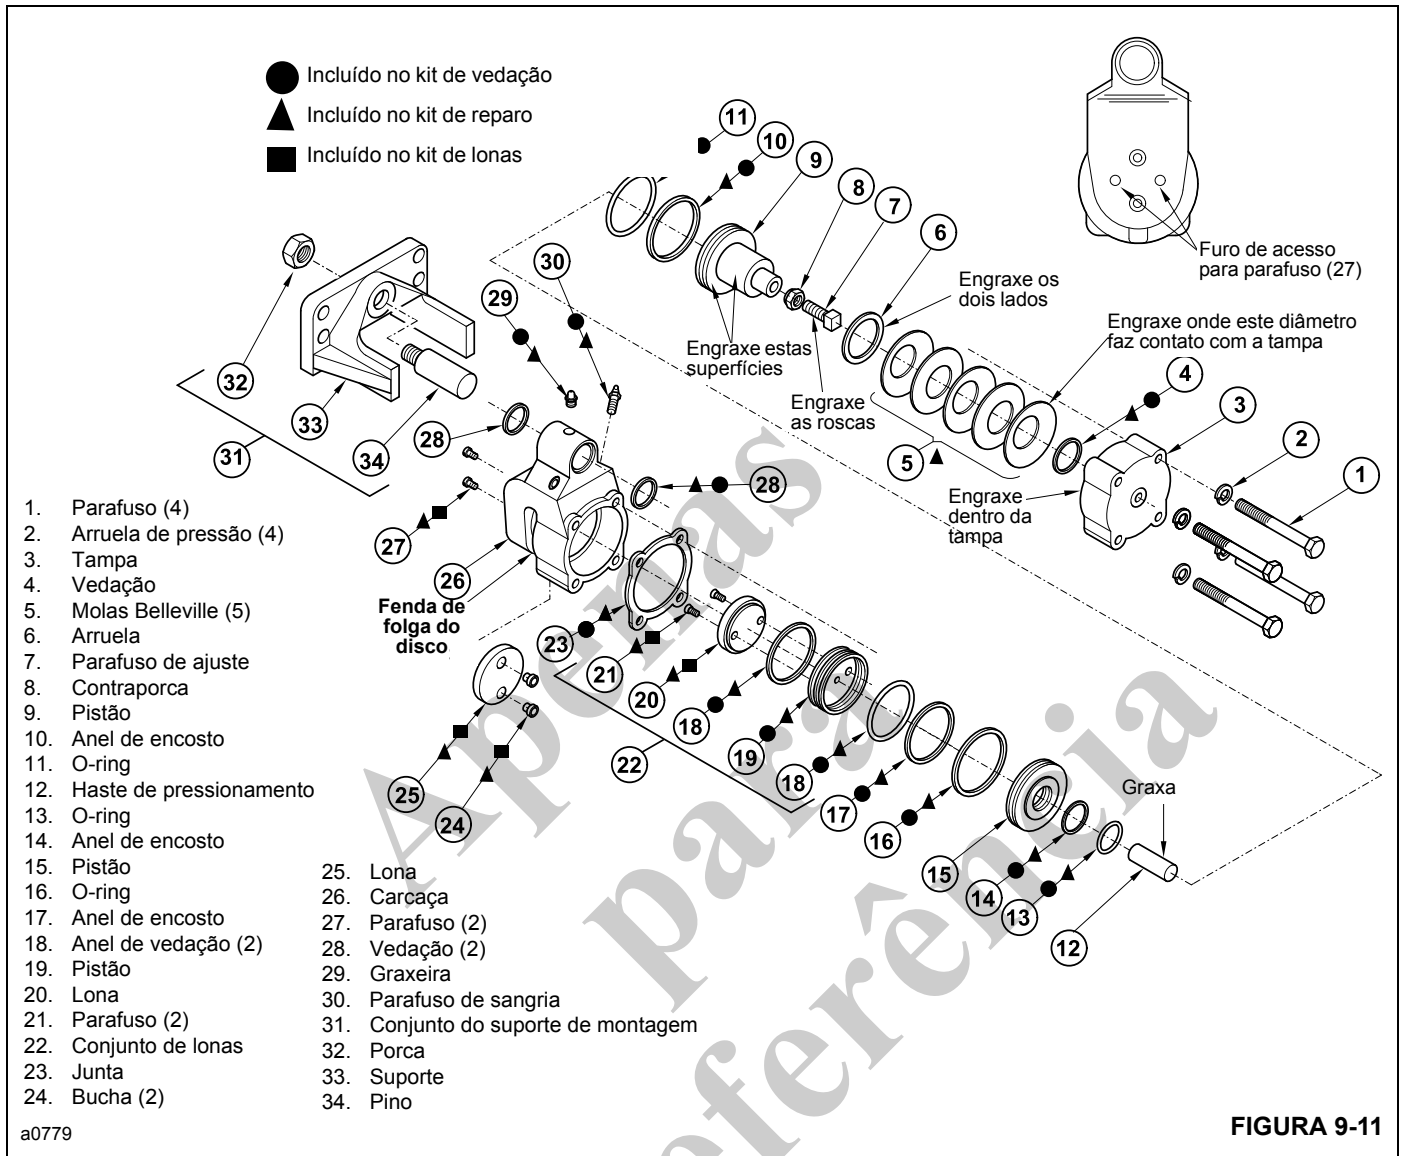

FIGURA 9-11
O kit de lonas é indicado na Figura 9-11 com um símbolo ■.
4. Solte a contraporca **8** Figura 9-11 e recue o parafuso de ajuste **7**.
cionar o freio. Essas peças são indicadas na Figura 9-11 com um símbolo ▲ .
11. Remova os parafusos **1** Figura 9-11, as arruelas de pressão **2**, a tampa **3** e a junta **23**. Com uma chave de fenda fina, remova a vedação **4** da tampa **3**.
NOTA: Revista as superfícies indicadas na Figura 9-11 com graxa de rolamento EP à base de lítio N° 2, ou equivalente.
19. Instale a nova lona de freio **25** Figura 9-11 na carcaça **26** usando buchas **24** e parafusos de cabeça cilíndrica **27** novos. Aperte os parafusos com um torque de 2,5 a 3,3 Nm (22 a 28 lb-pol.).
Há um kit de vedação disponível para o freio de estacionamento. Ele inclui todas as peças necessárias para substituir todas as vedações do freio. Essas peças são indicadas na Figura 9-11 com um símbolo ●.
10. Remova os parafusos **1** Figura 9-11, as arruelas de pressão **2**, a tampa **3** e a junta **23**. Com uma lâmina fina, remova a vedação **4** da tampa **3**.
- NOTA:** Revista as superfícies na Figura 9-11 com graxa de rolamento EP à base de lítio N° 2, ou equivalente.